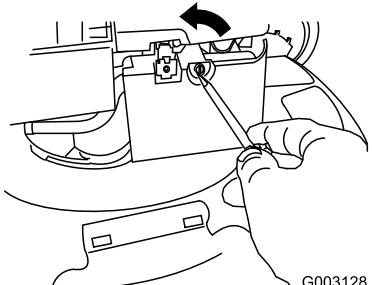

Figura 35
- Aprite il coperchio del filtro dell'aria con un cacciavite (Figura 35).